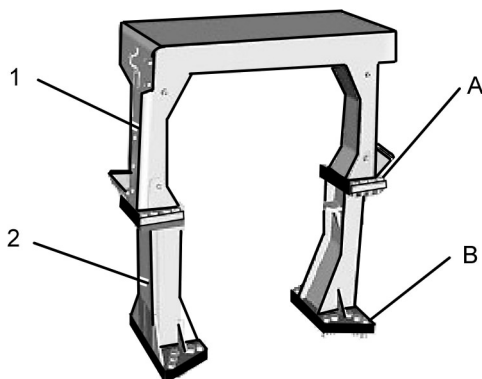

Рис. 288
Примечание: Конструкция ROPS, как правило, состоит из следующих компонентов: конструкция ROPS в сборе (1) (козырек) с верхними болтами крепления (A) и опора конструкции ROPS в сборе (2) с нижними болтами крепления (B). См. рис. 288.